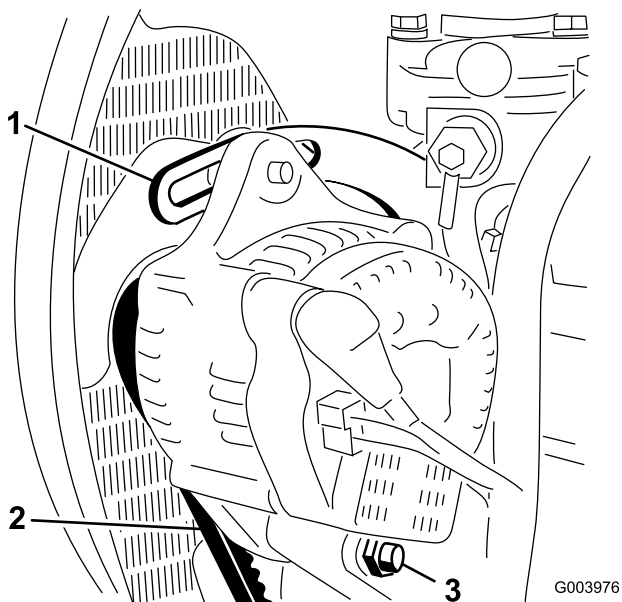

Figure 69
2. Contrôlez la tension de la courroie d'alternateur (Figure 69) en exerçant une force de 10 kg à mi-distance entre les poulies d'alternateur et de vilebrequin.
3. Desserrez le boulon de fixation du renfort au moteur (Figure 69), le boulon de fixation de l'alternateur au renfort et le boulon de pivot.